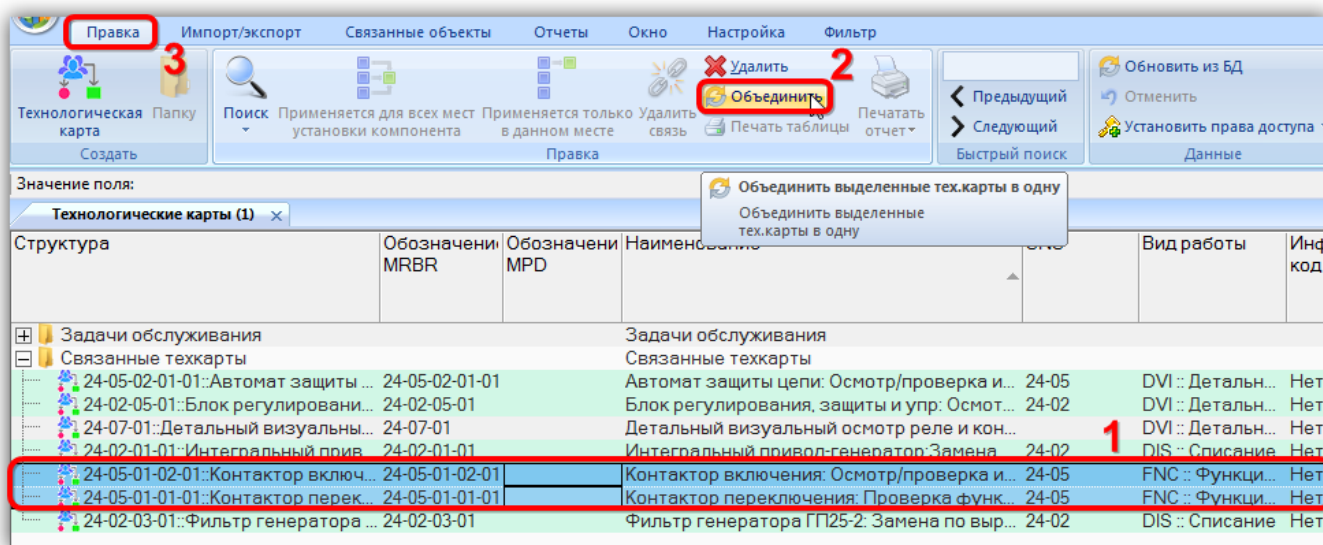

Рис. 17-38 – Объединение нескольких технологических карт в одну
- 2) Выбрать две или более технологических карты, которые необходимо объединить в одну (1 на рис. 17-38) и нажать кнопку «Объединить» (2 на рис. 17-38) на вкладке «Правка» (3 на рис. 17-38).